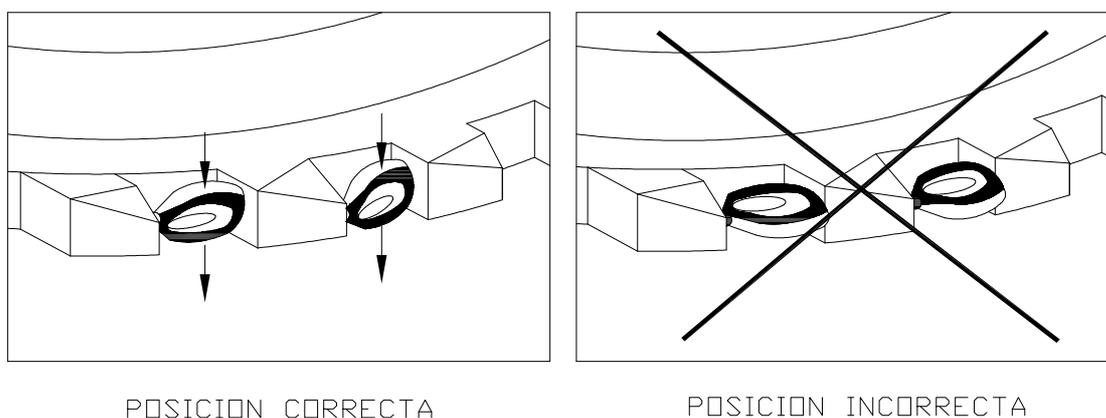

Figura 5.2.- Selección del plato adecuado de siembra.
D).- Haga pasar la semilla de arriba hacia abajo, a través de la celda en posición acostada y de lado, (Figura 5.2) la semilla debe pasar libremente manteniendo su posición, la semilla no debe pasar forzada para evitar que se atore y tampoco debe pasar muy floja para evitar que pasen de dos granos y los rompa.